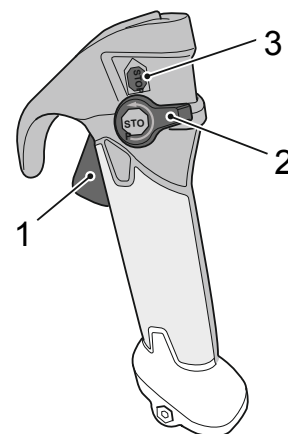

Рис. 2
Рычаг управления дроссельной заслонкой (рис. 2)
Рычаг круиз-контроля и остановки двигателя (рис. 2)
1. Установите рычаг круиз-контроля (Рис. 2) чуть далее середины хода.
10. Установите рычаг круиз-контроля (Рис. 2) на холостой ход, чтобы установить двигатель в режим холостых оборотов.
- Отпустите курок управления дроссельной заслонкой (Рис. 2) (1) и установите на начало хода рычаг круиз-контроля (Рис. 2) (2), чтобы двигатель поработал на холостом ходу несколько секунд.
- Установите рычаг (Рис. 2) (2) в положение «STOP» (Рис. 2) (3).